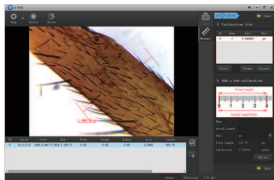

Figura 11
5. Fare clic sulla funzione "Edit" per calibrare più dati di misura del campione, e di backup può "Backup" e salvare i dati di calibrazione in un file (Figura 11).